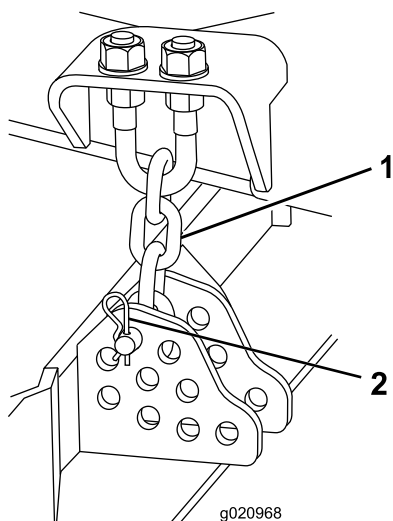

Bild 17
9. Entfernen Sie den Splint und den Lastösenbolzen, mit denen die Schnitthöhenkette an der Rückseite des Mähwerks befestigt ist (Bild 17).